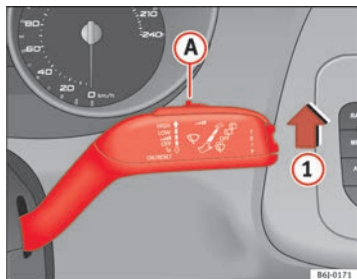

Fig. 62 Leva dell'impianto tergicristalli
- Spostare la leva del tergicristallo nella posizione ① ⇒ fig. 62.